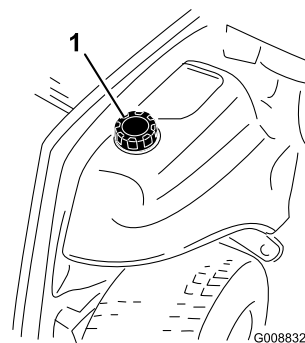

Figure 21
3. Retirez le bouchon du réservoir de carburant (Figure 21).